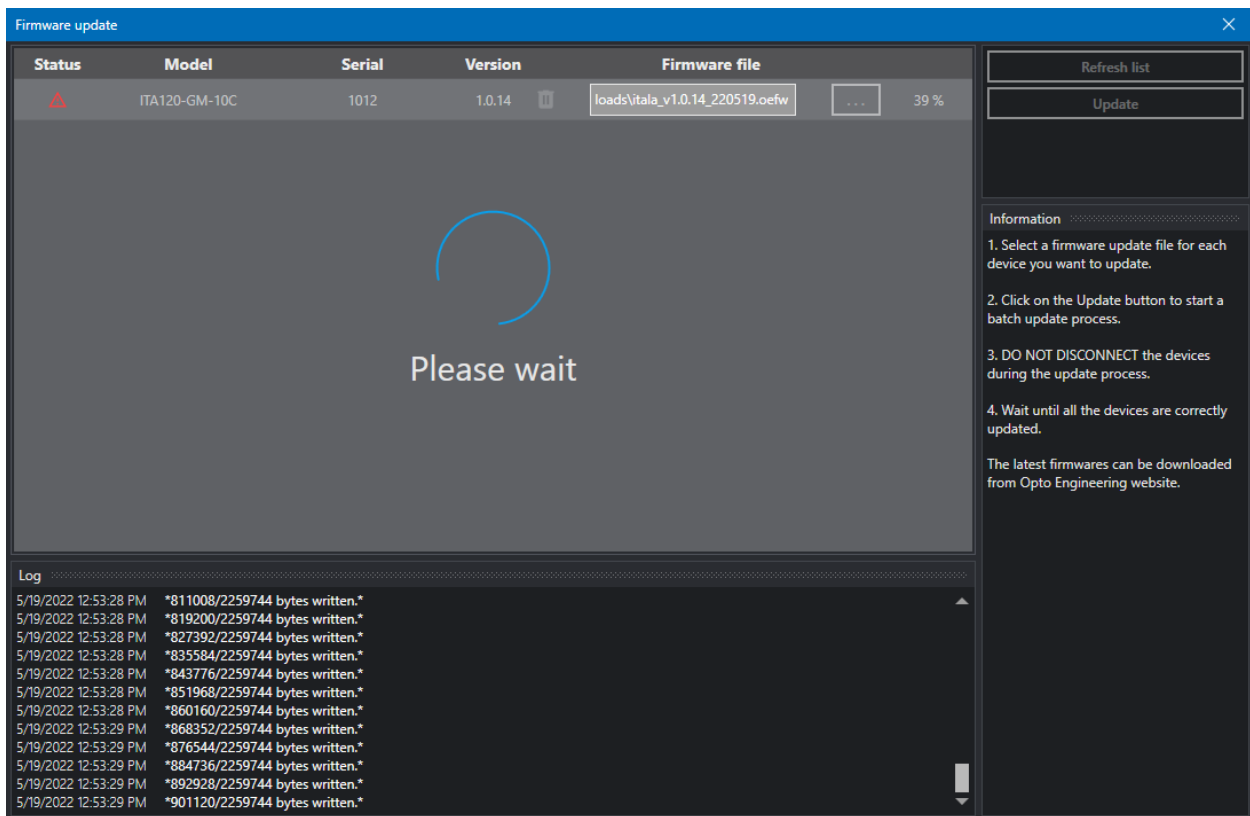

Figure 20: FW 正在更新。
3. 图 20)。LED 指示灯闪烁表示摄像机正在向闪存写入内容。